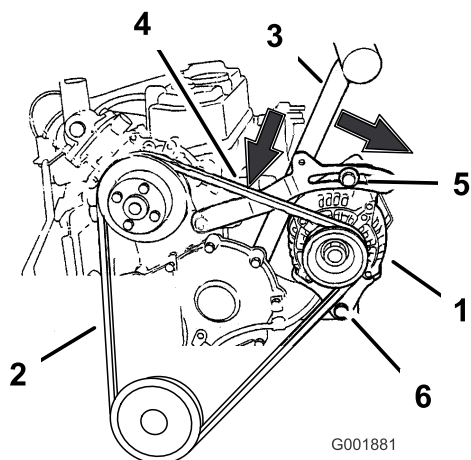

Figura 67
6. Afloje los dos pernos que sujetan el alternador (Figura 67).
7. Retire la correa de las poleas y del alternador (Figura 67).
8. Instale una correa nueva alrededor de las poleas y del alternador (Figura 67).
1. Coloque un mango a modo de palanca entre el alternador y el bloque de cilindros (Figura 67).
2. Ajuste el alternador hacia fuera hasta que quede una desviación de 10 a 13 mm (3/8 a 1/2 pulg.) en la correa entre el motor y el alternador (Figura 67).
5. Si la desviación es correcta, apriete el perno superior a 19 Nm (170 pulgadas-libra) y el perno inferior a 61 Nm (Figura 67).